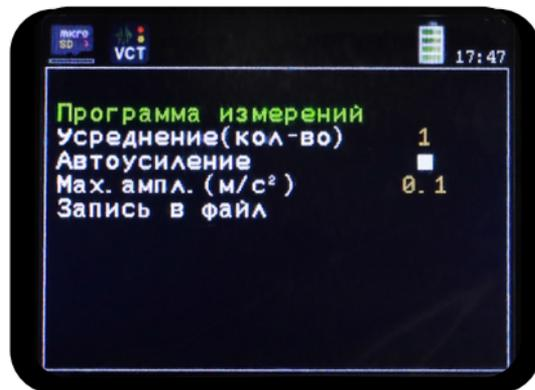

Рисунок 18. Режим «Виброконтроль».
2.2.13.1 При выборе режима «Виброконтроль» прибор переходит в меню «Виброконтроль. Начальное меню» (рисунок 18).